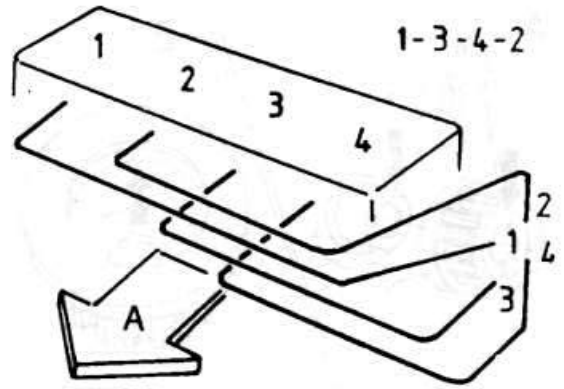

**Рис. 2.44**
- установите динамометр 21-113 (рис. 2.44) и определите величину натяжения зубчатого ремня.